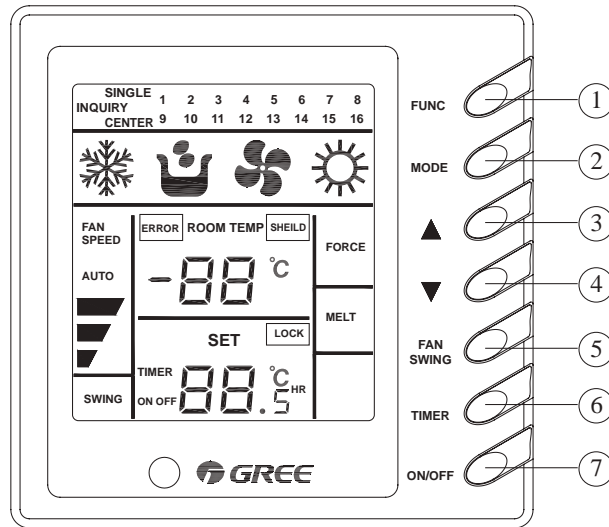

Рис. 7.12
7.5.4.1 Описание кнопок пульта ZJA011 (рис. 7.12, табл. 7.3).